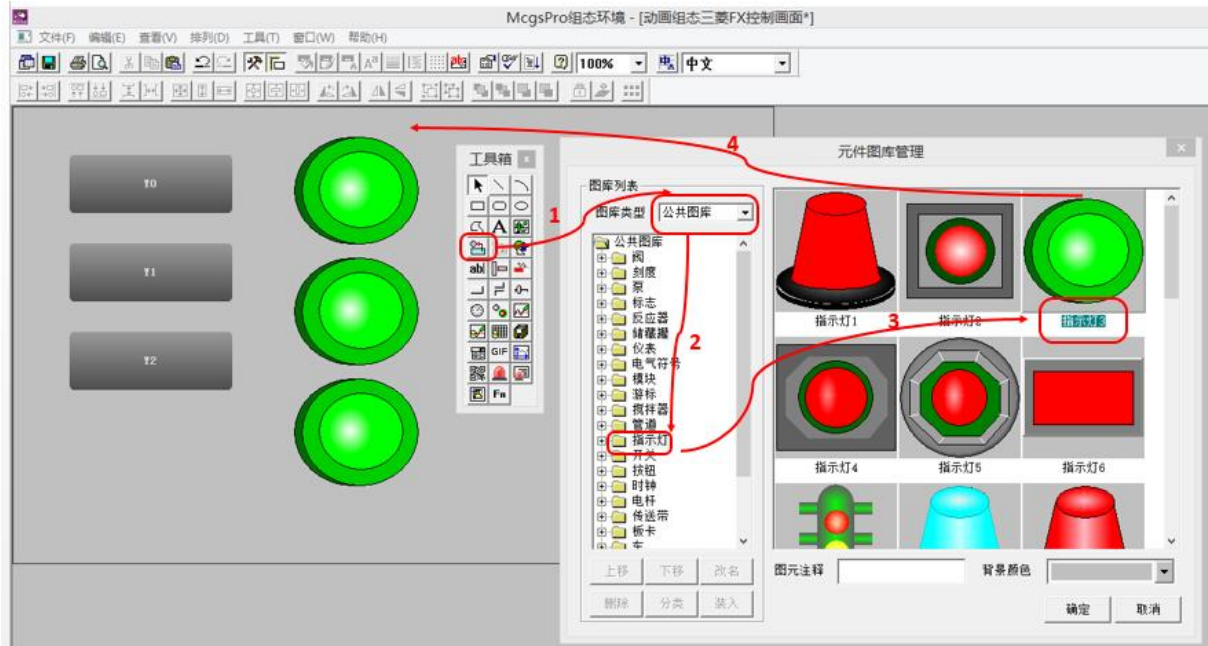

图 4.2.6
②指示灯：单击工具箱中的“插入元件”按钮，打开“对象元件库管理”对话框，选中图形对象库指示灯中的一款，点击确认添加到窗口画面中，并调整到合适大小，同样的方法再添加两个指示灯，摆放在窗口中按钮旁边的位置，如图 4.2.6 所示。